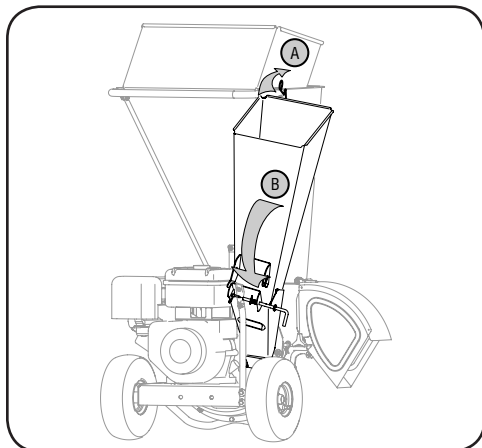

Figura 3-1
1. Tire del pasador con resorte hacia arriba. Vea A en la Figura 3-1.
2. Gire suavemente el canal de la astilladora hacia abajo hasta que se traben en la varilla de seguridad. Vea B en Figura 3-1.